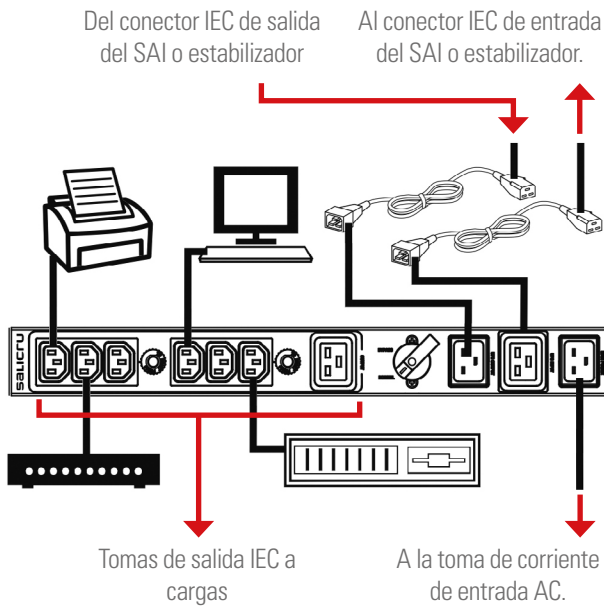

Fig. 7. Ejemplo con conexión bypass manual de 3 kVA.
- En las ilustraciones de las Fig. 7 y/o 8 se puede ver gráficamente como conectar el bypass manual con un SAI o estabilizador y cargas, dependiendo de su potencia.